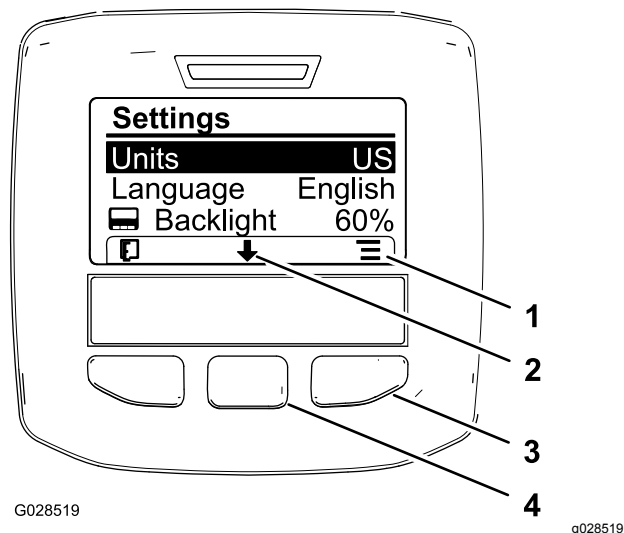

Figura 9
1. Para cambiar la unidad de medida, utilice el botón de selección central para desplazarse hasta la opción UNITS (Unidades) Figura 9.
2. Pulse el botón de selección derecho para cambiar las unidades de medida enumeradas (Figura 9).
1. Para cambiar el idioma usado en la pantalla, pulse el botón de selección central (el botón bajo el icono de flecha abajo en la pantalla) para mover la opción seleccionada hasta Idioma (Figura 9).
2. Pulse el botón de selección derecho (el botón situado debajo del icono de lista en la pantalla) para resaltar el idioma utilizado en la pantalla (Figura 9).